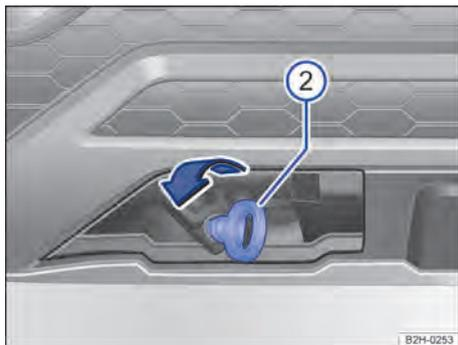

Fig. 170 No para-choque dianteiro à direita: rosquear a argola de reboque.
① Argola de reboque.
1. Girar a argola de reboque tão firmemente quanto possível **no sentido da seta** no alojamento → Fig. 170 ②.
2. Utilizar um objeto apropriado com o qual a argola de reboque possa ser rosqueada com firmeza no alojamento → ①.